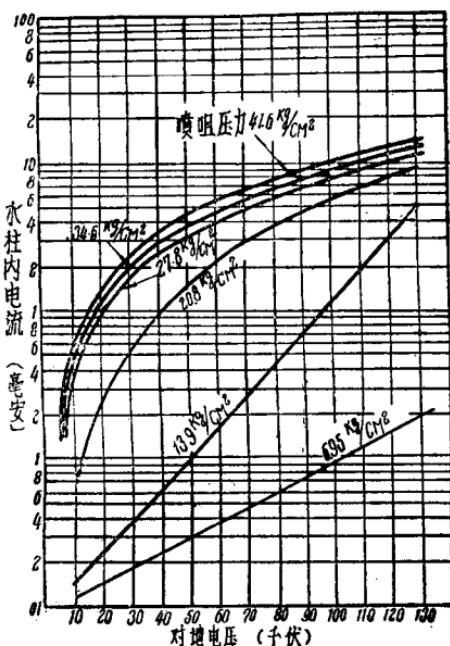

图3 A
(1) 冲洗 220 千伏瓷瓶时，不同距离的水柱漏泄电流（水电阻 3.100 欧姆一公分噴嘴口徑 9 公厘，水压 $6kg/cm^2$ ）見表 2。
(2) 不同压力不同距离时各种电压的水柱漏泄电流見图3。